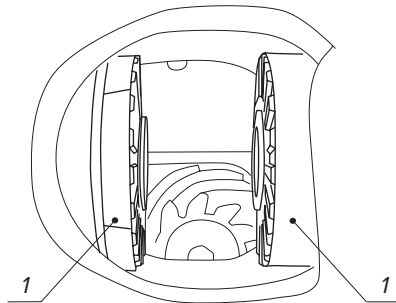

Рис. 2
2. Установите в корпус дифференциала полуосевые муфты [1] (Рис. 2):